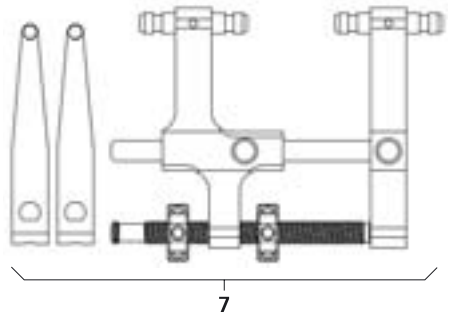

Fig. 7
- Montare il distrattore 7 con valve da distrazione, vedere Fig. 7.